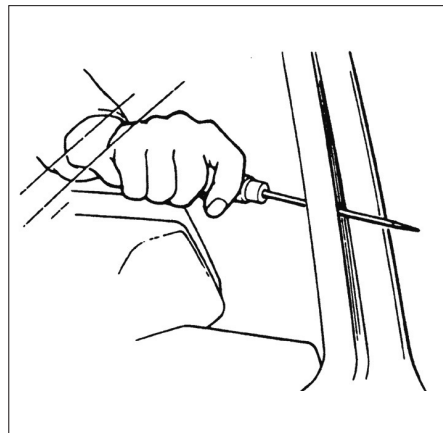

FIG. 1
• À l'aide d'une alène, percer l'adhésif **(Fig.1)** et faire passer le fil à découpe.
- À l'aide d'une alène, percer l'adhésif (Fig.1) et faire passer le fil à découpe.